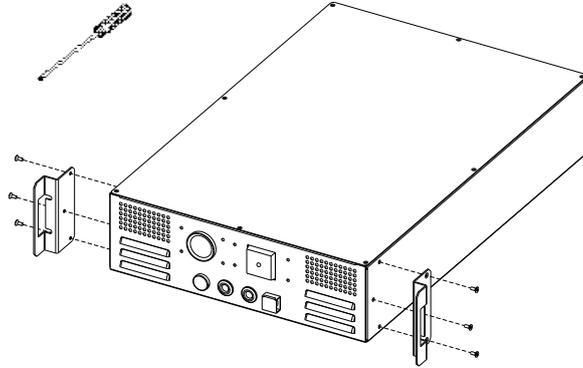

图2-25 安装消防插框挂耳
- 1) 从消防插框包材中取出消防插框，安装消防插框挂耳，如图 2-25 所示；